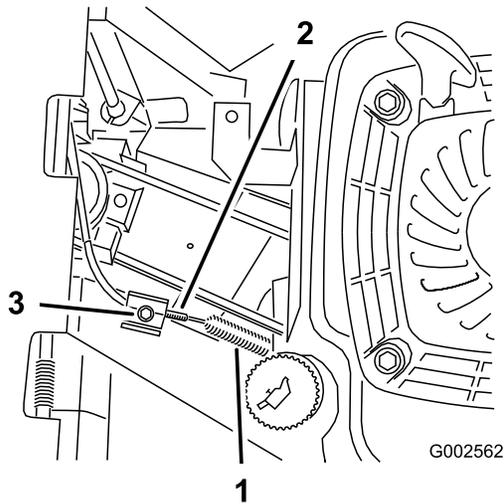

Bild 29
- Lockern Sie die Kabelklemmschraube, bis sich der Bremszug verschieben lässt (Bild 29).